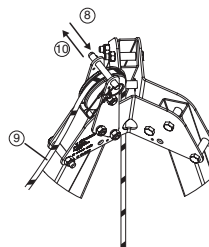

Fig. 10
8. Fjern kuglebolten, der sidder over vendeskiven øverst på tracpode trefoden (Fig.10, 8).
9. Før derope™ apparatets fald omkring vendeskiven (Fig.10, 9).
10. Sæt kuglebolten i igen for at forhindre faldet i at springe af vendeskiven (Fig. 10, 10).